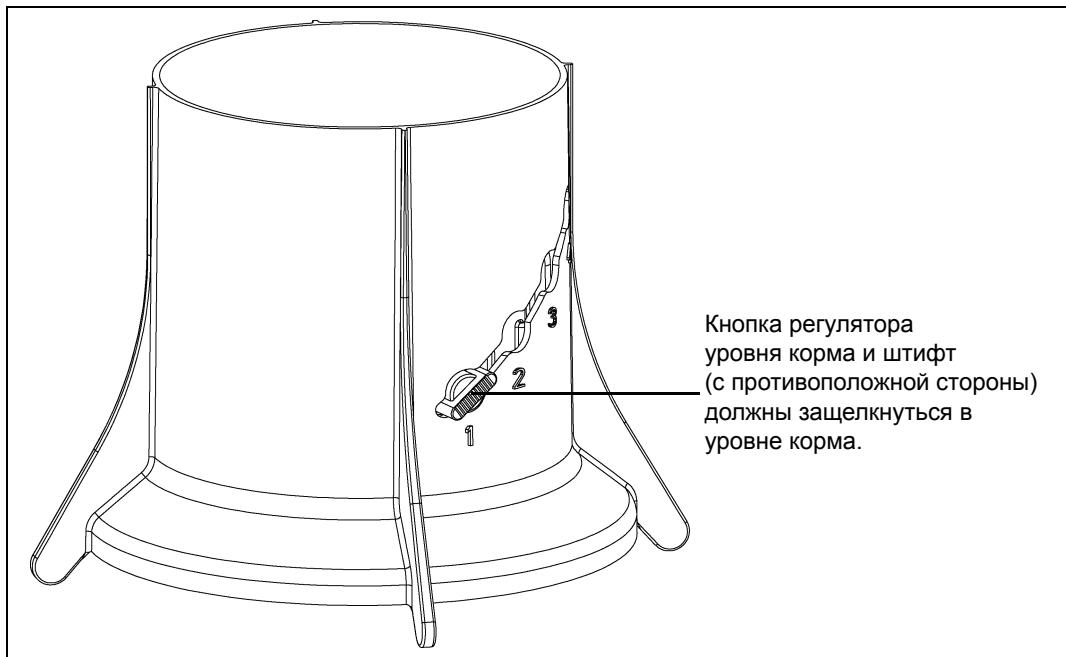

Рисунок 4Н
2. Надвиньте уровень корма на регулятор уровня корма так, чтобы кнопка регулятора защелкнулась в регулировочном отверстии уровня корма. (см. рисунок 4Н.)